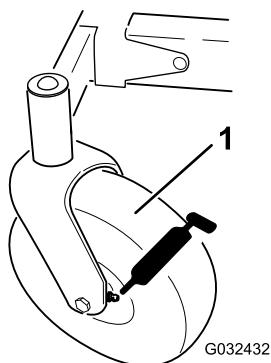
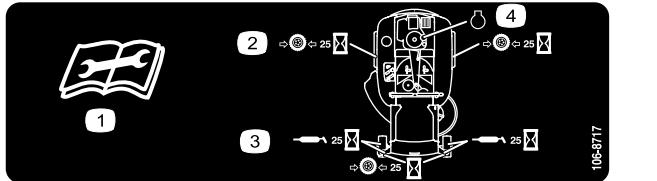

Figura 31
Figura 32
3. Limpie con un trapo los puntos de engrase (Figura 31 y Figura 32).
4. Conecte una pistola de engrasar a cada punto de engrase (Figura 31 y Figura 32).